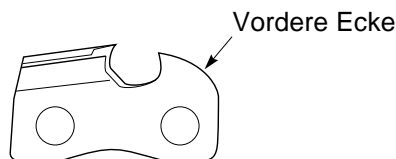

Abb.23 - Abrunden der vorderen Ecke des Tiefenbegrenzers
3. Tiefenbegrenzerlehre abnehmen. Die vordere Ecke des Tiefenbegrenzers mit der Flachfeile abrunden (siehe Abb.23).